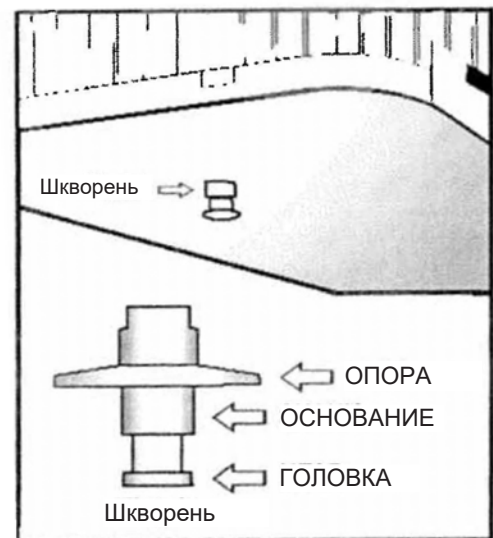

Рисунок 6.8
- Захваты должны быть замкнуты на основании шкворня, а не на его головке. *Смотрите рис. 6.8.*